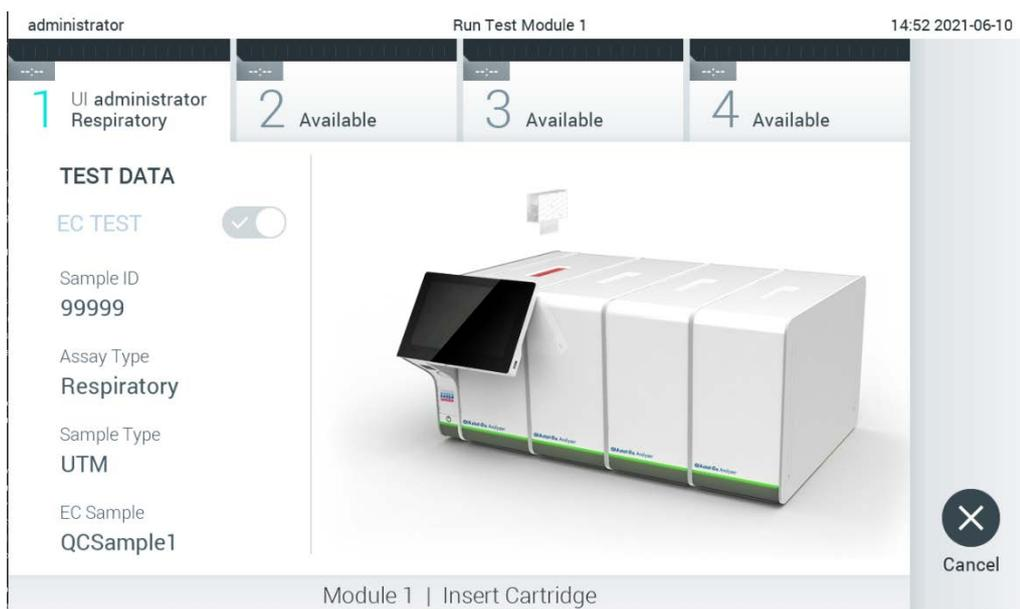

Figura 93. Inserimento della cartuccia d'esame QIAstat-Dx nel QIAstat-Dx Analyzer 1.0.
9. Accertarsi che entrambi gli sportellini campione, quello della porta tampone e quello della porta principale della cartuccia d'esame QIAstat-Dx siano chiusi saldamente. Quando la porta di ingresso della cartuccia sulla parte superiore del QIAstat-Dx Analyzer 1.0 si apre automaticamente, inserire la cartuccia d'esame QIAstat-Dx con il codice a barre rivolto verso sinistra e le camere di reazione rivolte verso il basso (Figura 93).